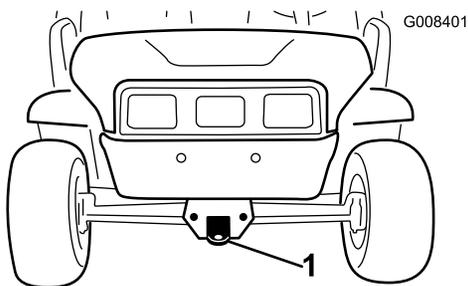
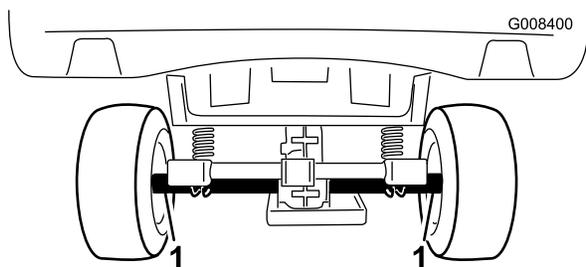

Figura 18
Figura 19
Usate un rimorchio con rampe a larghezza integrale per spostare la macchina su lunghe distanze. Assicuratevi che la macchina sia fissata al rimorchio. Vedere Figura 18 e Figura 19 per conoscere la posizione dei punti di attacco sulla macchina.
2. Fissate una fune di traino al timone sulla parte anteriore del telaio della macchina (Figura 18).